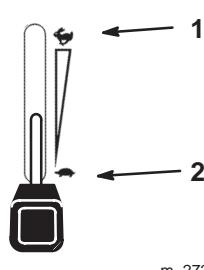

Figure 13
5. Placez la manette d'accélérateur en position de Régime maximum pour démarrer à froid (Fig. 13).
1. Désengagez la PDF (Fig. 13).
2. Réglez la manette d'accélérateur à mi-course entre les positions de ralenti et de régime maximum (Fig. 13).